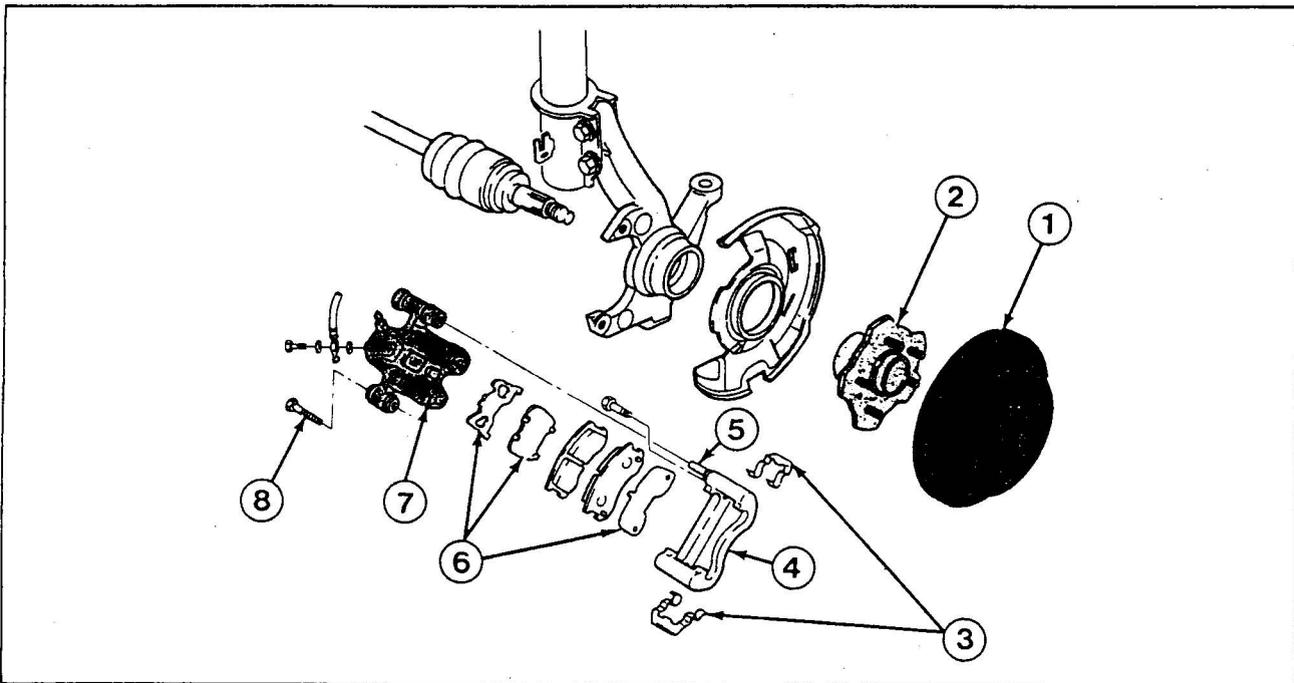

Bild 12/1 Vorderradbremse
- Zum Auswechseln der Bremsklötze wird die Schraube 8 (Bild 12/1) gelöst. Dann wird der schwimmende Teil des Bremsstells hochgeklappt und die Bremsklötze können herausgedrückt werden.